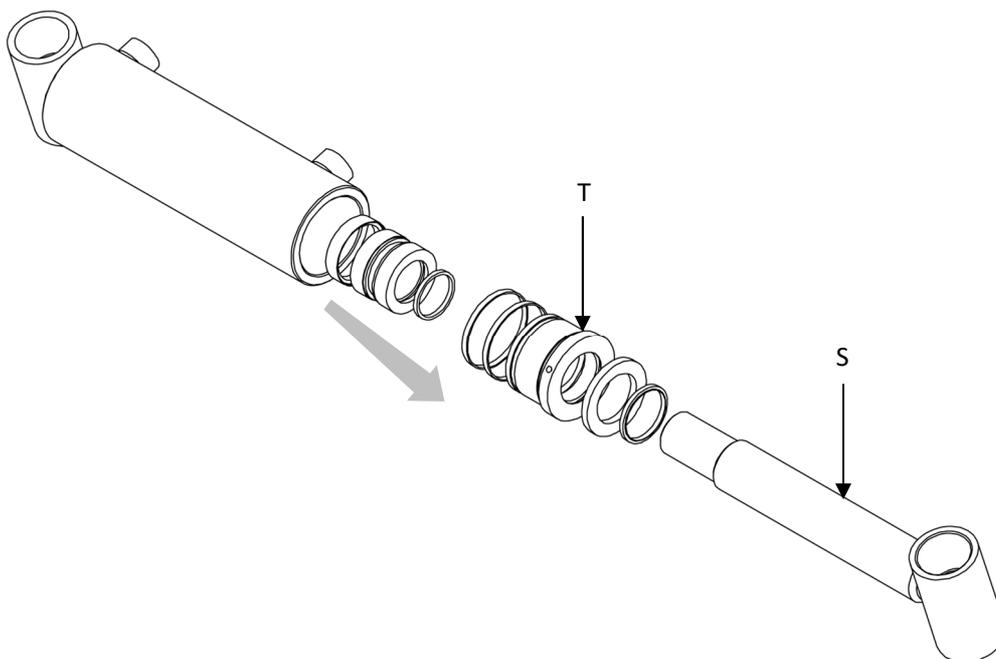

Figure 23
7. Prendre comme référence la *Figure 23*.